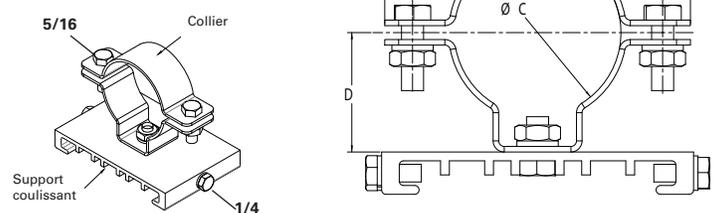

Figure 9 : TROUSSE Détails du montage sur mât
3. Faire glisser les deux (2) supports de montage sur mât sur le luminaire de manière à engager les brides.
4. Serrer à fond les vis de pression de 1/4 po sur chaque support coulissant (voir la figure 9). Visser au couple de 78 po-lb (8,8 N.m).
5. Retirer les deux (2) vis de 5/16 po, les rondelles de verrouillage et les écrous de chaque collier et retirer les moitiés supérieures des colliers.
8. Installer sur chaque collier les deux (2) moitiés supérieures des colliers et les vis de 5/16 po, les rondelles de verrouillage et les écrous.